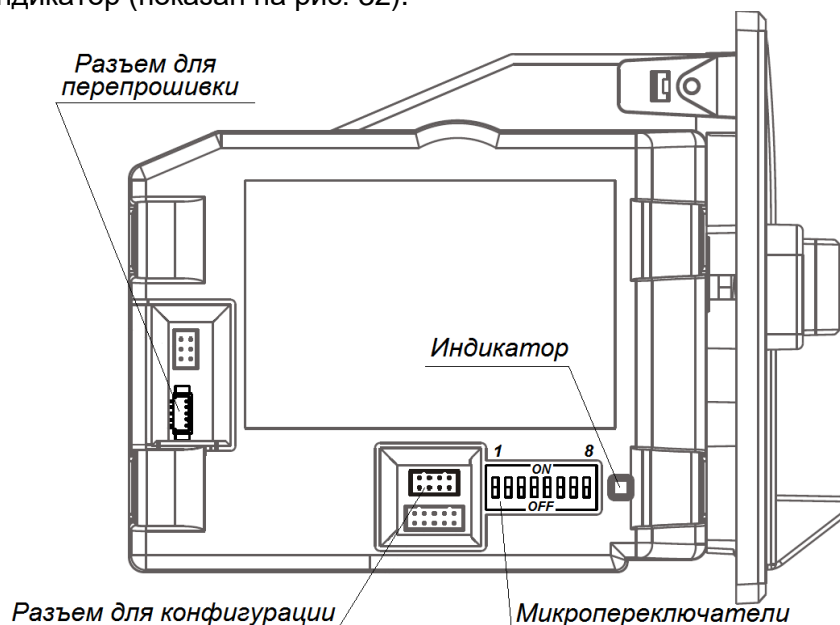

Рисунок 32. Расположение разъемов
1. Подключите монетоприемник к COM-порту ПК при помощи кабеля **WEL-R7U06** (имеется в комплекте поставки), разъем для подключения расположен на боковой панели монетоприемника (см. рис. 32).
2. Подайте питание на монетоприемник (контакты 1 и 2 клеммной колодки **XTU4**, см. рис. 23). Загорится индикатор (показан на рис. 32).